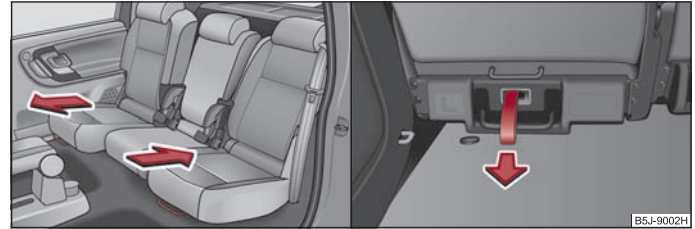

Fig. 50 Deblocarea față / spate
- Trageți maneta ⇒ fig. 50 în stânga sus și sau trageți urechea de deblocare ⇒ fig. 50 din dreapta și deplasați scaunul în poziția dorită.